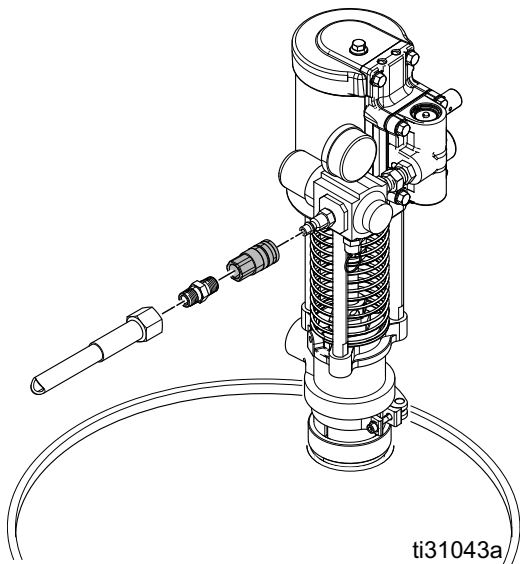

ABB. 10
7. Luftleitung (3/8 Zoll (9,5 mm) ID Minimum) mit mitgeliefertem Luft-Schnelltrennanschluss anschließen. Siehe ABB. 10.